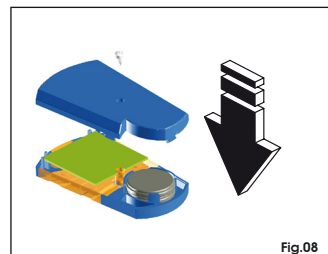

Fig.08
- Monte la carcasa del telemando y presiónela hasta que las dos carcasas se enganchen. Atornille el tornillo posterior (Fig.08).
- Die Schale der Fernsteuerung wieder einsetzen. Drücken, bis beide Schalen wieder kuppeln. Die hintere Schrauben festziehen (Abb.08).
- Hermonteer de behuizing van de afstandsbediening door erop te drukken tot de twee helften weer op elkaar vasthaken. Draai de schroef aan de achterkant weer vast (Fig.08).